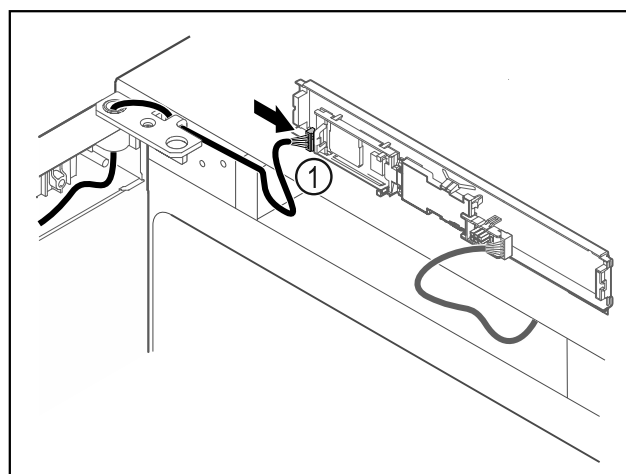

Fig. 67
- Brancher le connecteur Fig. 67 (1) sur la platine.